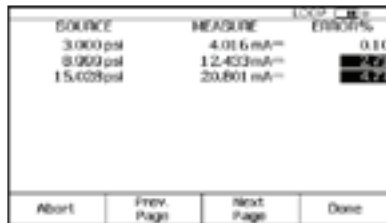

Figura 26.
10. Una vez realizada esta evaluación, el DPC mostrará la pantalla de resumen de los resultados de la prueba con las columnas SOURCE, MEASURE y ERROR (Figura 26). Pulse "Done".